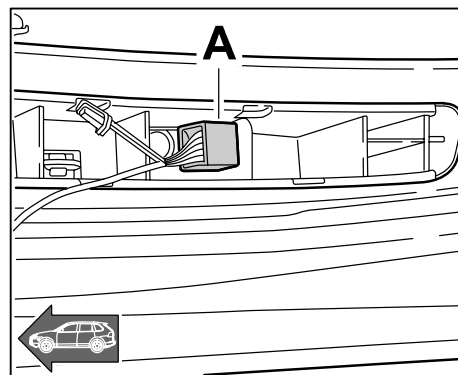

Bild 5
- 2.1 Inverter  $\Rightarrow$  Bild 5 -A- in der zweiten hinteren Kammer der Einstiegsverkleidung positionieren und mit Klebeband/Klebmasse fixieren.